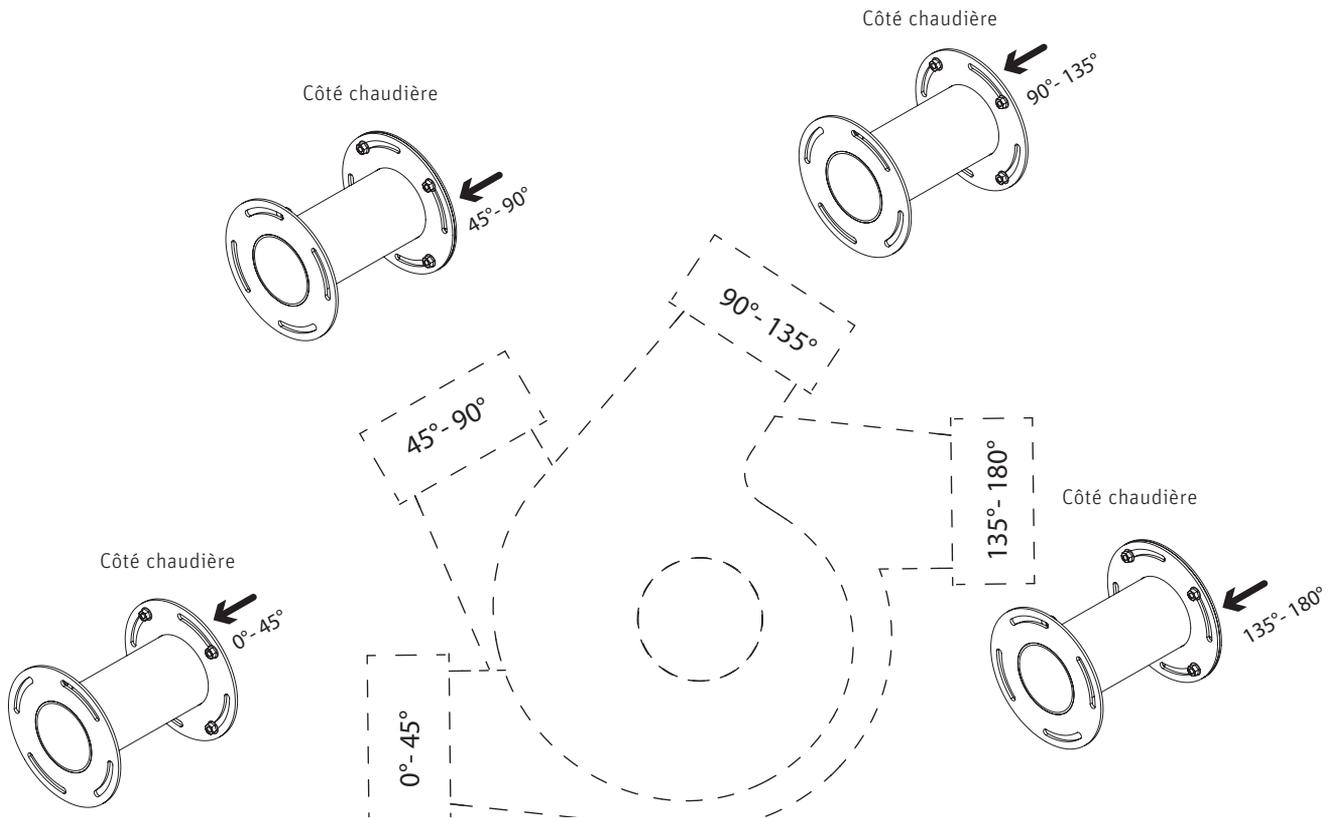
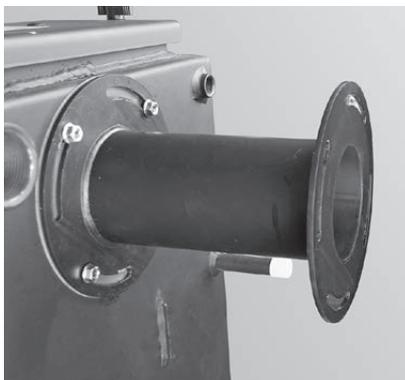

Fig. 14 Montage de l'adaptateur en fonction de l'angle du raccord d'évacuation des fumées
Fig. 15 Adaptateur au niveau de la chaudière (accessoire)
L'adaptateur (accessoire) permet de poser la volute du ventilateur à distance du revêtement – Fig. 11. Le raccord d'évacuation des fumées est réglable en continu de gauche à droite – Fig. 14.
- Fixer l'adaptateur sur la chaudière comme indiqué sur la Fig. 14 avec le joint et 4 écrous M8, en positionnant les trous oblongs en fonction de l'angle du raccord d'évacuation des fumées souhaité – Fig. 15.